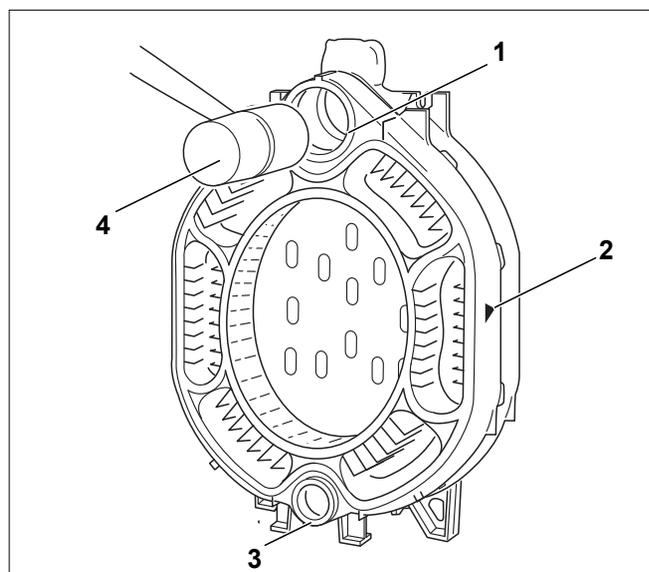

Рис. 13 Забивание средней секции
- ▶ Наденьте верхнюю и нижнюю ступицы (рис. 13, [1] и [3]) средней секции на nipples задней секции, при этом стрелка, указывающая направление монтажа (рис. 13, [2]), должна быть обращена назад.
- ▶ Деревянным или резиновым молотком (рис. 13, [4]) забейте первую среднюю секцию на nipple задней секции.